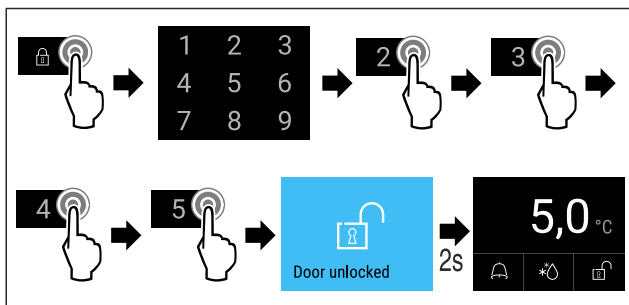

Fig. 179 L'esempio mostra il PIN 2345
► Eseguire i passi (vedere Fig. 179) .